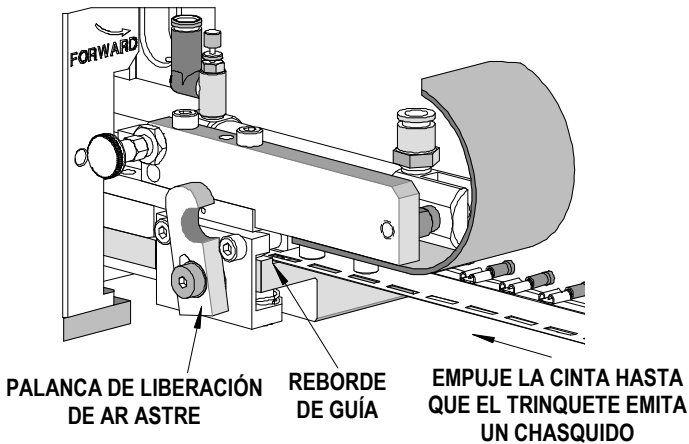

Figura 2-42
- 3 Alinee el borde trasero de la cinta con el reborde de la guía en el riel y empuje levemente la cinta recta hacia adentro. La localización del reborde de la guía puede lograrse al colocar la cinta en el área frontal del riel y empujela levemente hacia atrás hasta que haga contacto con el reborde guía. Véase la figura 2-42.